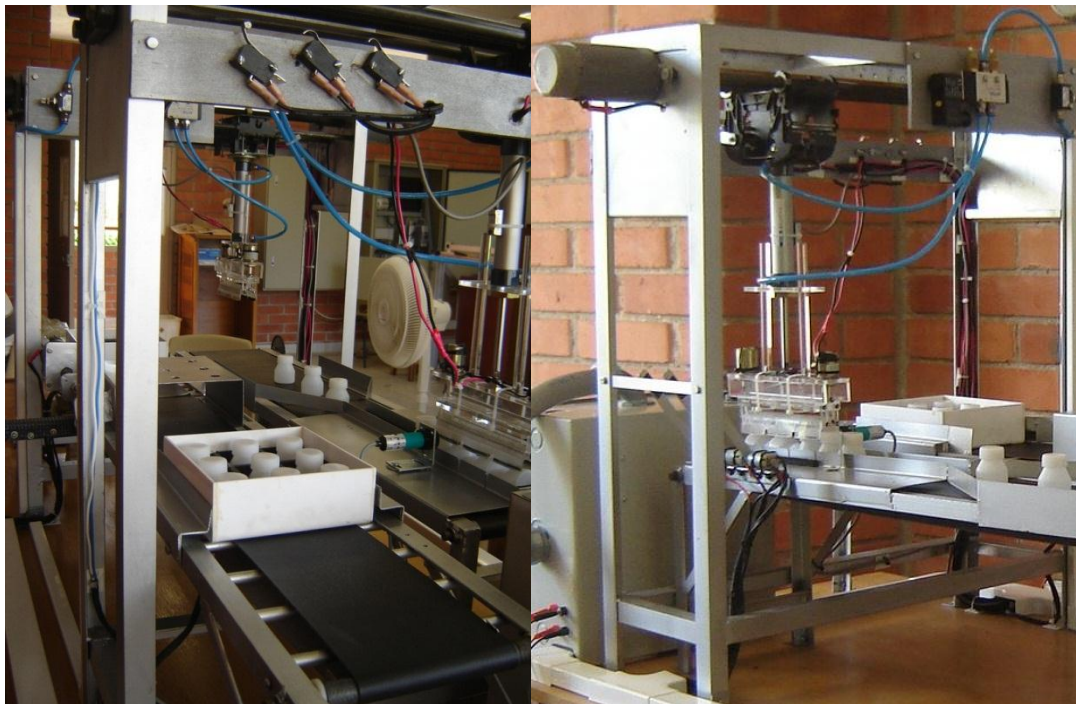

Figura 29. Puentes de la Máquina de Embalaje. [4]
- **Puentes.** La máquina cuenta con dos puentes, cada uno de estos se encarga de garantizar el desplazamiento de una pinza, a través de un carro, el cual se encuentra acoplado a un tornillo sinfín, para realizar el traslado de las botellas entre las bandas de botellas y de cajas. A su vez este carro está asociado a un motor y sensores de posición distribuidos de modo que se realice adecuadamente la extracción de las botellas de la caja de embalaje y viceversa. Por tanto, la distribución de los sensores se realizó de acuerdo a la posición de la caja y de las bandas. [26] (Ver Figura 29)